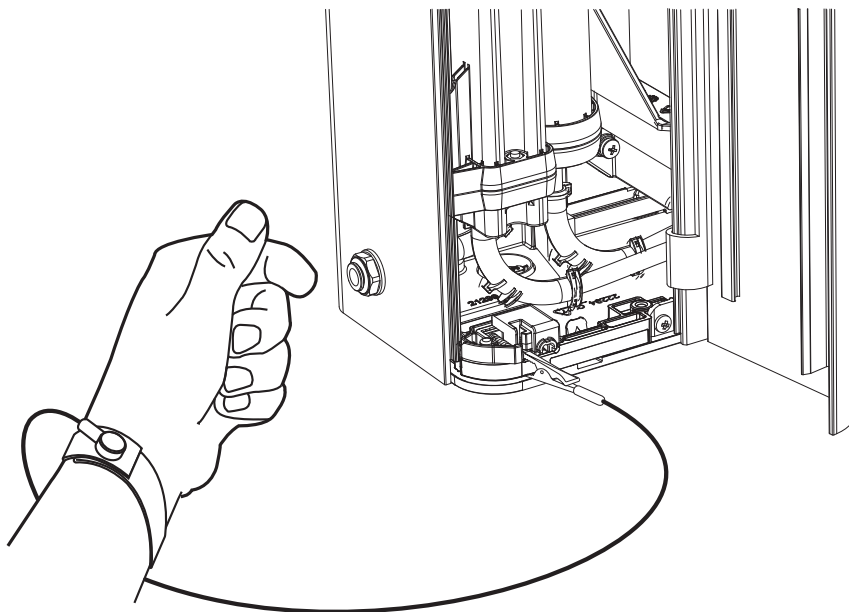

Рис. 7-2: Использование браслета для защиты от электростатического разряда
**Внимание:** Перед снятием передней панели извещателя необходимо принять меры для защиты от электростатического разряда. Браслет следует соединить с корпусом извещателя (Рис. 7-2).